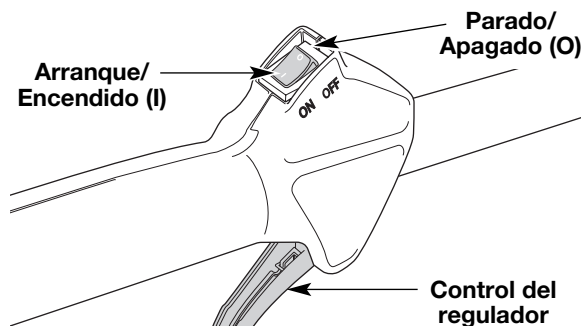

Fig. 9
2. Oprima y mantenga oprimido el control de encendido y apagado en la posición de **APAGADO** (O) hasta que el motor se detenga por completo (Fig. 9).